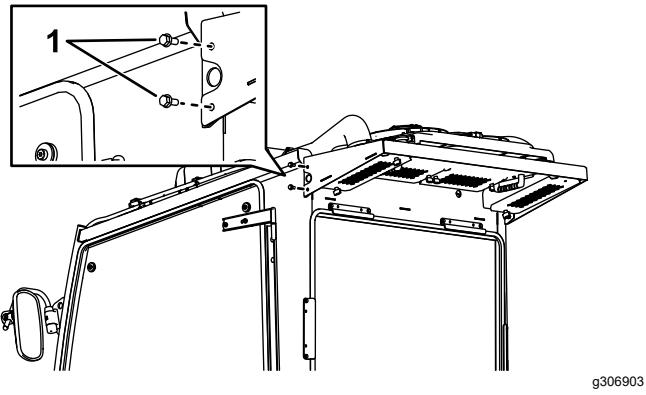

Figur 3
3. Før ledningssatsen for signalgiveren og kontaktene som vist i Figur 3.